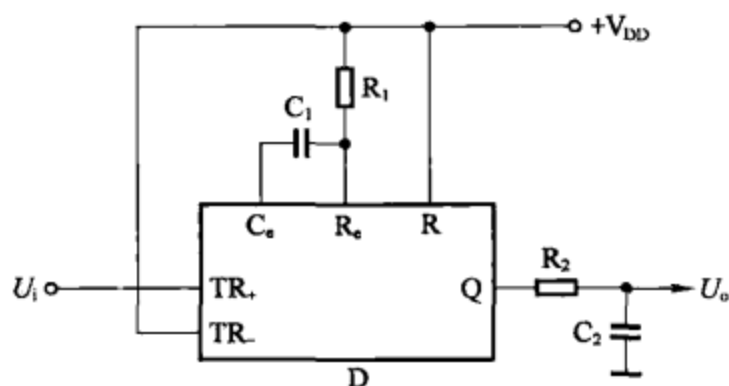
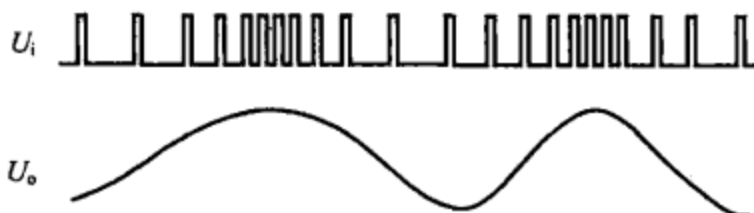

图 8-33
图 8-34
(4) 图 8-33 所示为频率-电压变换电路， R_2 、 C_2 构成积分网络连接于单稳态触发器输出端。频率-电压变换电路可将频率变化的方波信号转换为相应的电压信号，输入信号的频率越高，输出的电压也越高，从而完成对调频脉冲信号的解调。图 8-34 所示为输入、输出信号波形。